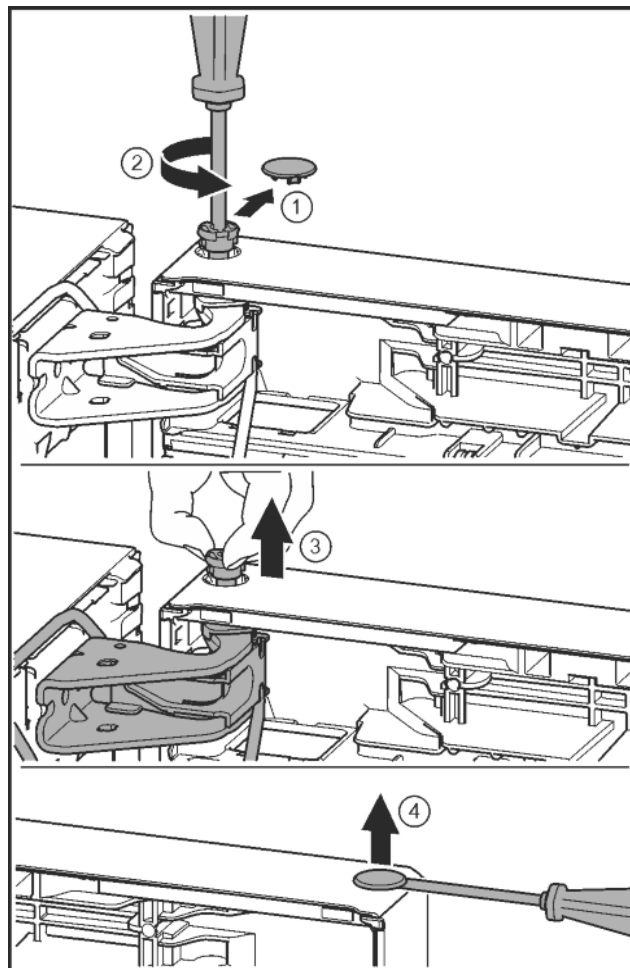

Fig. 26
- Bezpečnostní kryt opatrně stáhněte. Fig. 26 (1)
- Šroubovákem T15 o kousek vyšroubujte čep. Fig. 26 (2)
- Dveře držte a čep vytáhněte prsty. Fig. 26 (3)
- Plochým šroubovákem opatrně nadzvedněte zátku z ložiskového pouzdra dveří a vytáhněte ji. Fig. 26 (4)